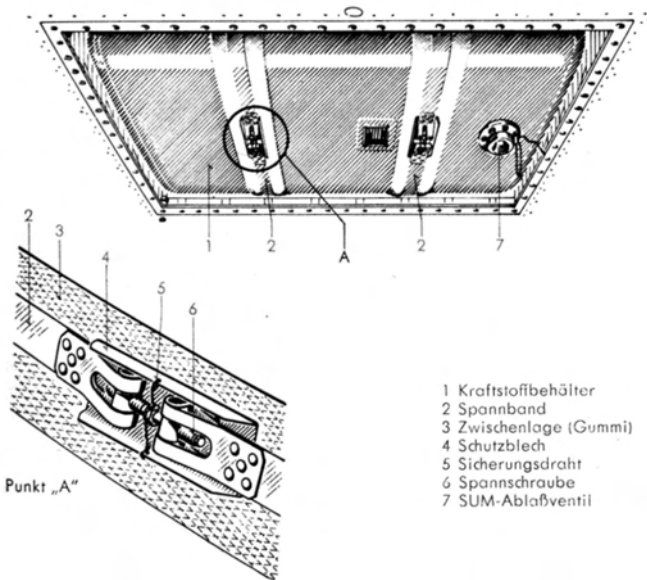

Abb. 5 Linker Kraftstoffbehälter (gegen Flugrichtung gesehen)
Vor dem Ausbau eines Behälters (Abb. 5) muß der Kraftstoff abgelassen werden (siehe unter „Entleeren der Kraftstoffbehälter“). An der Unterseite des Tragwerkmittelstückes ist die mit Linsensenkschrauben befestigte große Klappe (siehe Hauptabschnitt 0 „Allgemeines“ unter „Deckel- und Klappenübersicht“) abzunehmen, ebenso sind die Deckel über den Behälterköpfen und den Reststandanzeigen in der Oberseite des Tragwerkmittelstückes zu öffnen. Die Rohrleitungsanschlüsse am Hauptbehälterkopf und am Nebenbehälterkopf werden gelöst, ebenso die Steckkupplungen am Kopf der beiden Vorratgeber heraus-
Das Entleeren erfolgt an dem in der tiefsten Stelle des Behälters befindlichen SUM-Ablaßventil (7) (Abb. 5). Der unter dem Ablaßventil in der Unterseite des Tragwerkmittelstückes befindliche Deckel (siehe Hauptabschnitt 0 „Allgemeines“ unter „Deckel- und Klappenübersicht“) wird abgenommen und die Verschlußmutter des Ablaßventiles abgeschraubt. An Stelle der Verschlußmutter ist der im „Gerät und